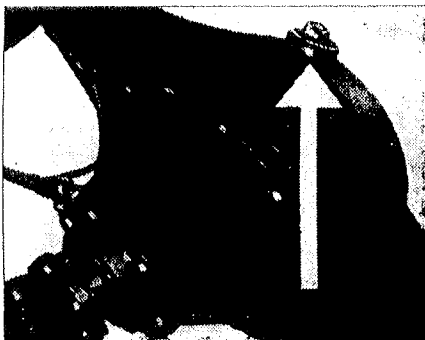

Abb. 58
34. Die Ölfüllung der Hinterachse alle 2000 km kontrollieren und evtl. nachfüllen (Abb. 58). Ölwechsel nach jeweils 8000 km vornehmen. Füllmenge: ca. 5,5 Ltr. (Qualität nach SAE 90.)